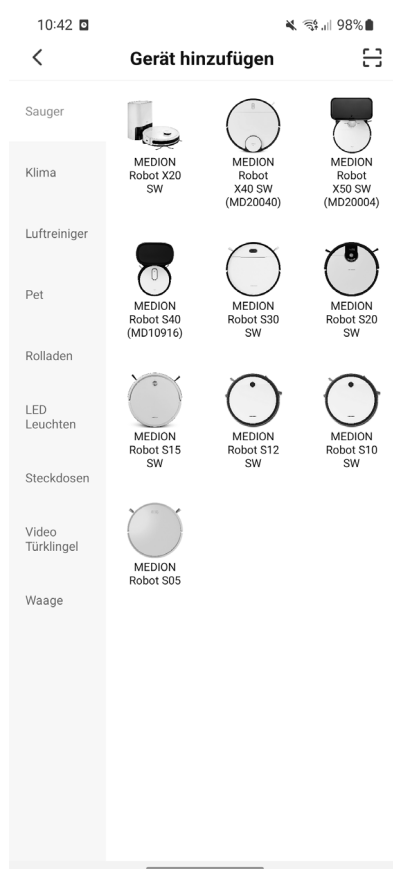

Abb. 2
- ▶ Wählen Sie das korrekte Modell **X40 SW** aus der Übersichtsliste. (s. **Abb. 2**).